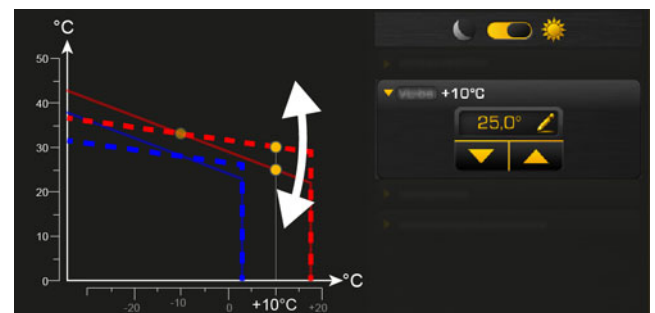

Abb. 2-123: Heizkurve anpassen (bei Außentemperaturen über dem Gefrierpunkt)
- Sind die Räume im Heizbetrieb (innerhalb der eingestellten Heizzeiten) ständig zu kalt muss die Heizkurve angepasst werden. Siehe Kapitel Abb. 2-123: "Heizkurve anpassen \(bei Außentemperaturen über dem Gefrierpunkt\)".